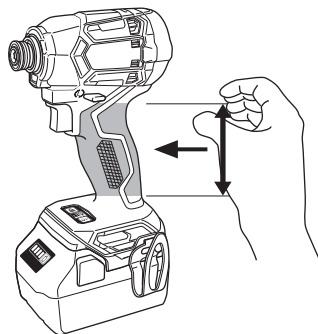

图 8
- 操作时请确保牢牢握住工具。否则可能导致事故或受伤。（图 8）